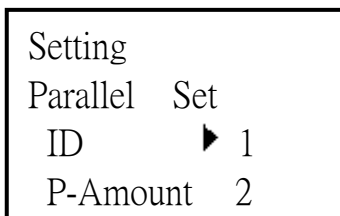
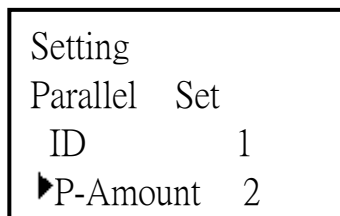

Рис. 6 Настойки параллельного соединения
Рис. 7 Настройки параллельного соединения
5. Для ввода идентификатора нажать ENT (см. Рис. 6); с помощью кнопки «вперед» или «назад» цифрами задать идентификатор, например, 1, 2, 3 и т. д. Для сохранения идентификатора нажать кнопку ENT (см. Рис. 7). Задание количества запараллеленных модулей осуществляется аналогично.